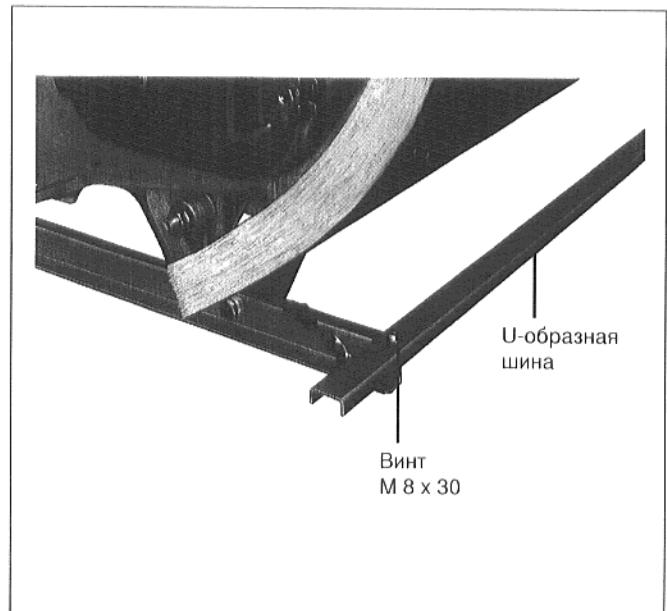

Рис. 41
- Положить U-образную шину, слева и справа, продольным отверстием вперед, на нижние поперечины (рис. 41).
- Подвесить U-образные шины в вырезы передней траверсы и привинтить к ней слегка винтами M 8 x 30, с шайбами и гайками (рис. 41).